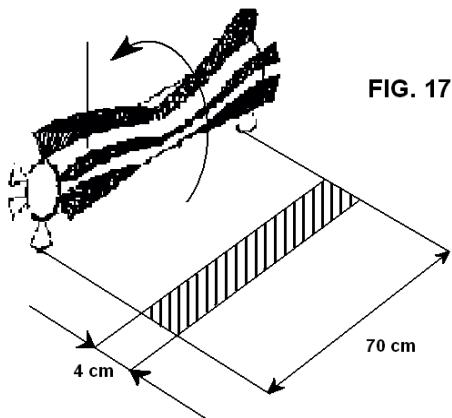

FIG. 17
- Spegnere il motore, sollevare la spazzola centrale e far avanzare manualmente la macchina, fino a che sul pavimento sarà visibile la traccia che ha lasciato la spazzola centrale nella rotazione, come mostrato in **Fig. 17**.